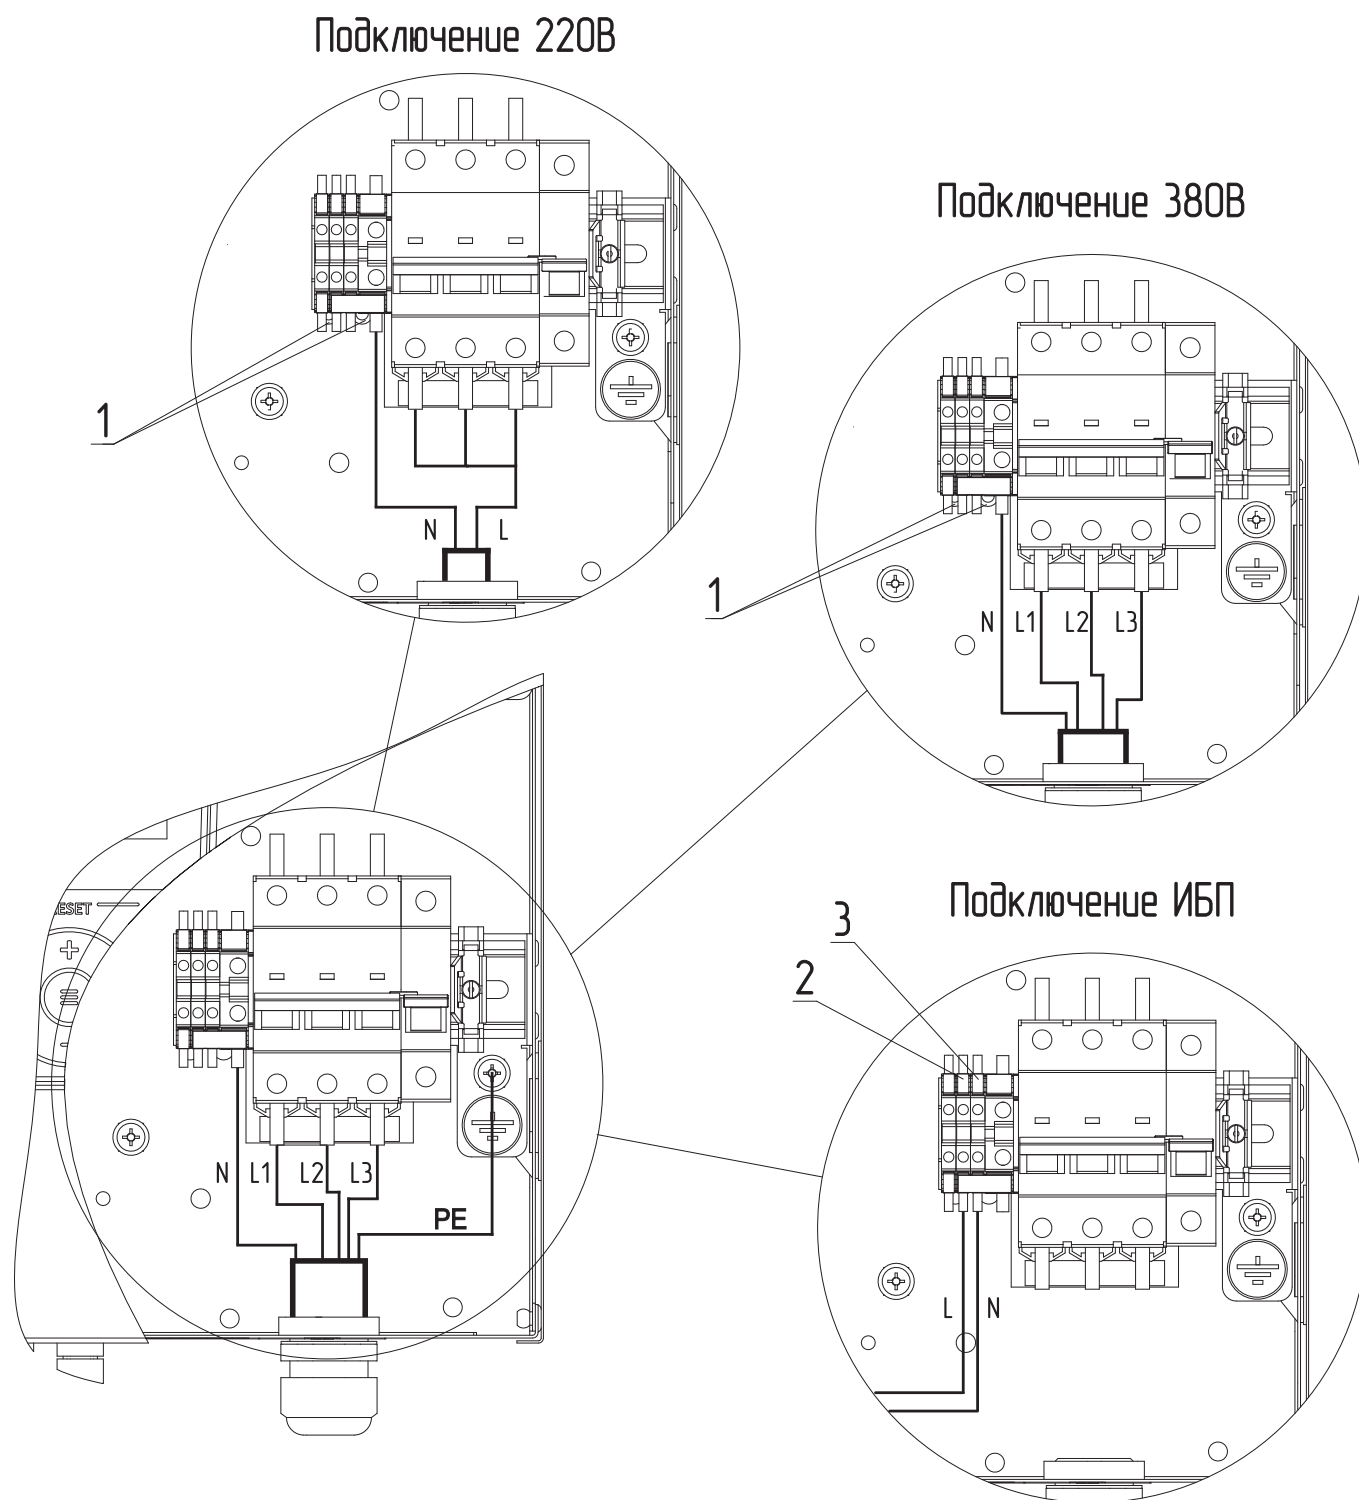
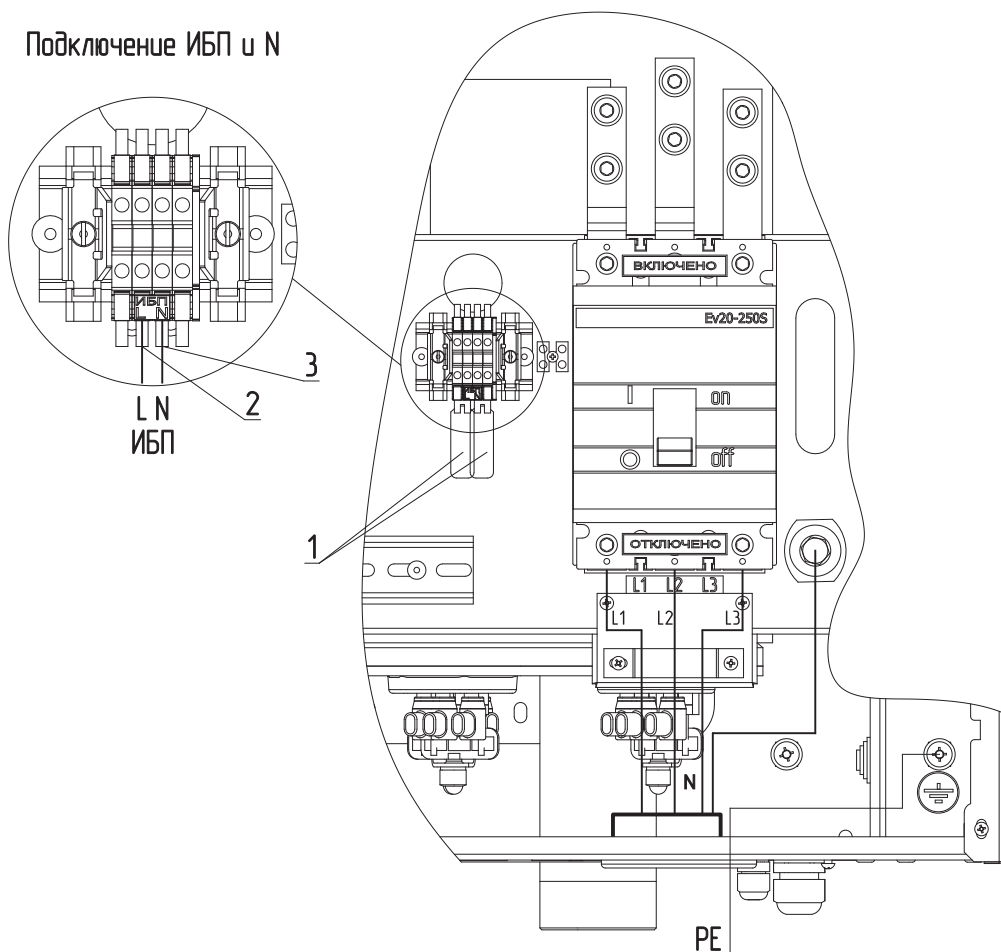

Рис. 4 Схема подключения электрического котла ZOTA LUX-X 4,5-48 кВт
Рис. 5 Схема подключения электрического котла ZOTA LUX-X 60-100 кВт
- Извлечь перемычки (**Рис. 4, Рис. 5, поз. 1**);
- Подключить провода фазы «L» к колодке (**Рис. 4, Рис. 5, поз. 2**);
- Подключить провода нейтрали «N» к колодке (**Рис. 4, Рис. 5, поз. 3**).